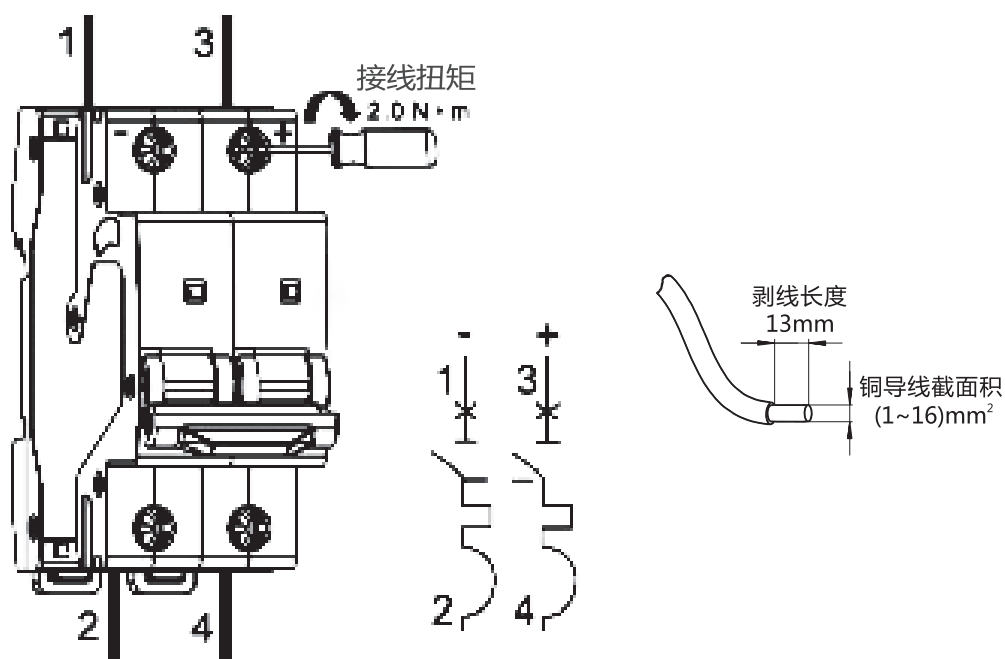

图5 NB1Z-63接线方式
5.4 适用于铜导线连接，导线选择见下表1，必须严格按照产品上标识的“+”、“-”极性接线，不能反接，接线方式及剥线长度示意如下图5